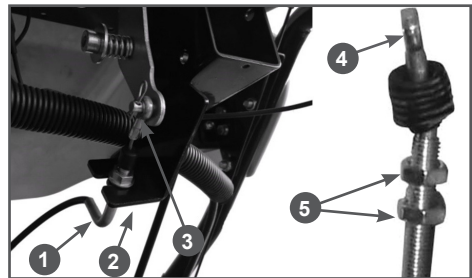

Рис. 11 Установка троса управления дефлектором
11. Подключите трос управления дефлектором к рычагу управления тросом. Смажьте наконечник троса 4 и ось 3 рычага управления дефлектором многоцелевой консистентной смазкой CHAMPION EP-0. Установите наконечник троса 4 на ось 3 рычага управления дефлектором и закрепите его шплинтом (Рис. 11). Вставьте оболочку троса в кронштейн 2 панели и затяните гайки 5 (Рис. 11). Проверьте управление дефлектором. При перемещении рычага управления дефлектором назад до упора дефлектор должен полностью открываться. При необходимости, с помощью гаек 5 произведите регулировку троса.